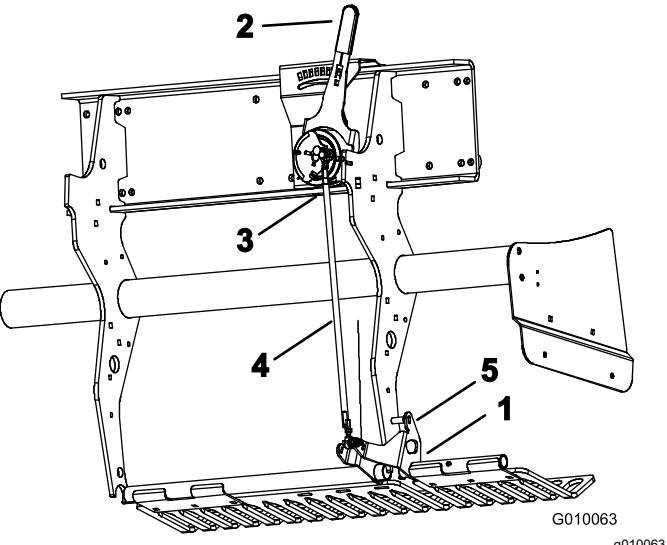

Figure 60
2. Tournez le support de fixation du protège-gazon gauche (Figure 60) jusqu'à ce qu'il soit possible d'introduire une goupille de sécurité, comme un foret ou un boulon de 5/16", entre le support et le tube de réglage de profondeur qui est soudé au cadre.
3. Placez le levier de réglage de profondeur d'aération (Figure 60) à la position « H » (profondeur maximale).
4. Débranchez le contacteur à bille extérieur (Figure 60) du faisceau de câblage (commutateur d'abaissement de tête).
5. Desserrez les écrous de blocage (gauche et droit) sur la biellette de réglage de profondeur (Figure 60).